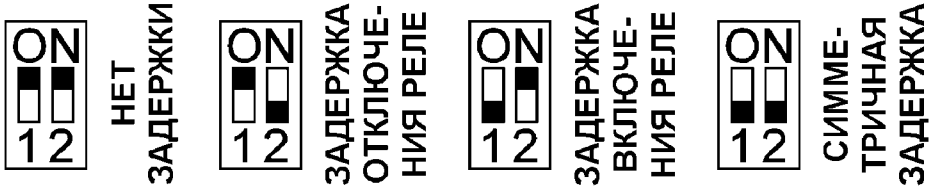

Рис. 3. Внутренние переключатели датчика.
Задержка между появлением (пропаданием) сигнала и переключением контактов реле задается регулятором «Время» и состоянием переключателей 1 и 2. Если необходима только задержка включения или задержка выключения, то размыкается один из переключателей, при необходимости симметричной задержки - оба. Состояние переключателей показано на рис. 3.
5. Установить переключатели датчика в положение «Нет задержки» (рис. 3).
10. Установить переключатели времени задержки согласно рис. 3. Регулятором «Время» следует установить задержку на переключение контактов реле.